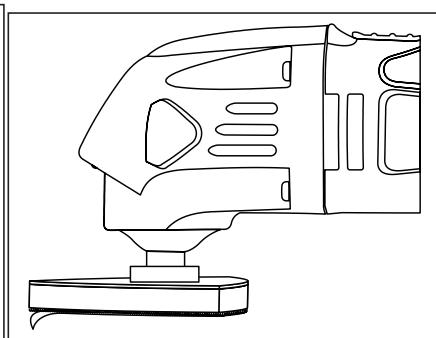

Fig. 4
3. Pentru a elibera șmirghel, doar coaja de pe hârtia de șlefuit de la pad Velcro (Fig. 4).